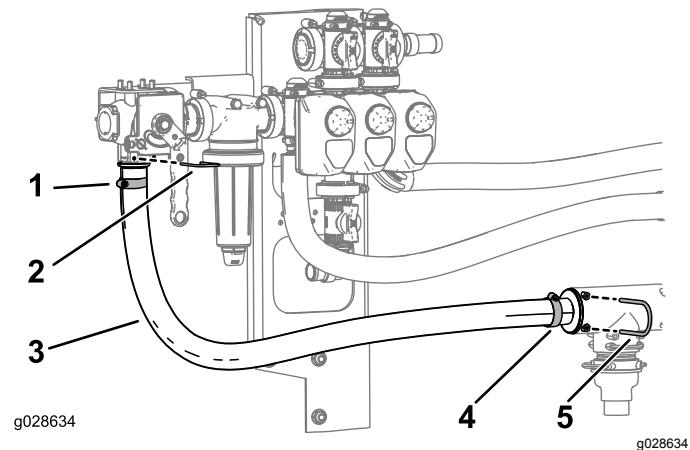

Рисунок 22
- Проложите и закрепите шланг линии нагнетания в сборе, как показано на Рисунок 22.